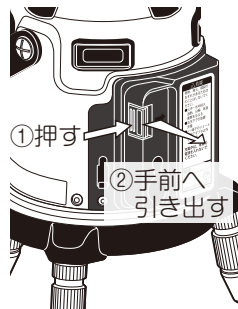

図 1
2. 充電電池の横にある取外しボタンを矢印の方向へ押しながら、手前に引き出します。(図 1-①、②)